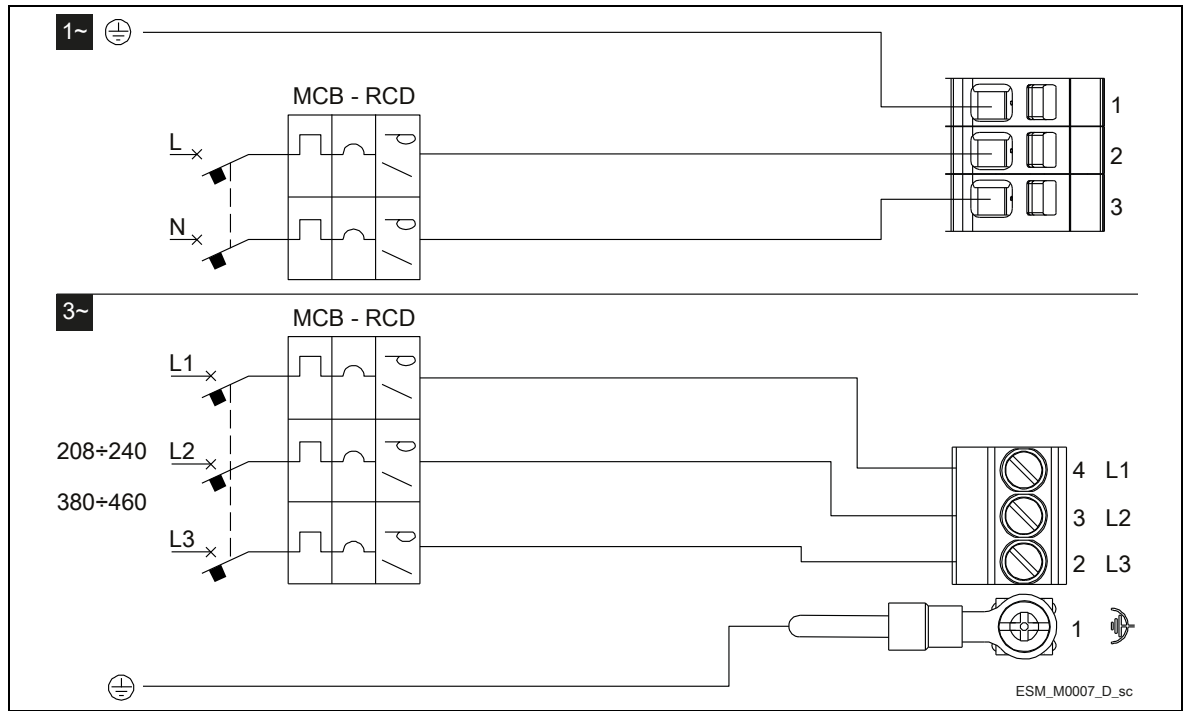

Рисунок 9: Монтажная схема
2. Введите кабель питания в кабельную втулку M20 (5).
3. Подключите провода согласно коммутационной схеме.	Рис. 9